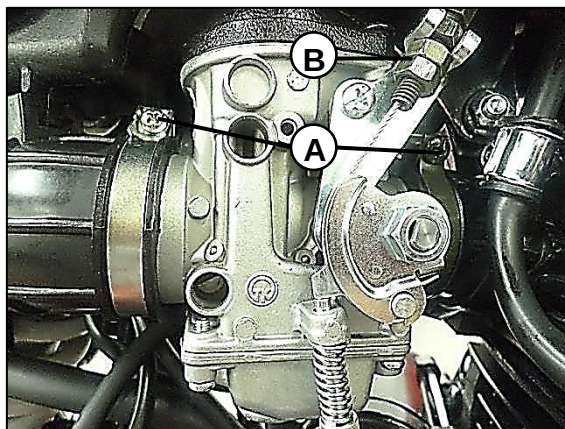

Fig.04
Remueva los tornillos (A) de las abrazaderas del carburador; y posteriormente la tuerca y contratuerca del cable de acelerador (B). **Fig.04**